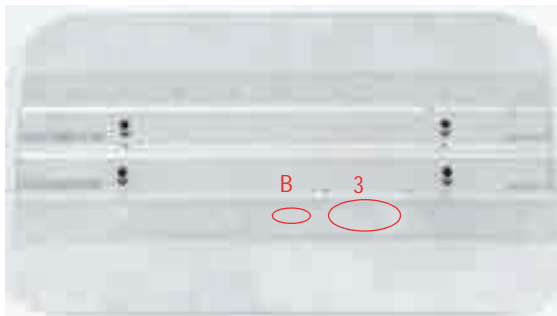

Рис. 5-125 Положение 3 образца
21. Установите преобразователь на образец в положение 3 (см. Рис. 5-125 на стр. 221), затем нажмите клавишу A-LIFT NULL ().